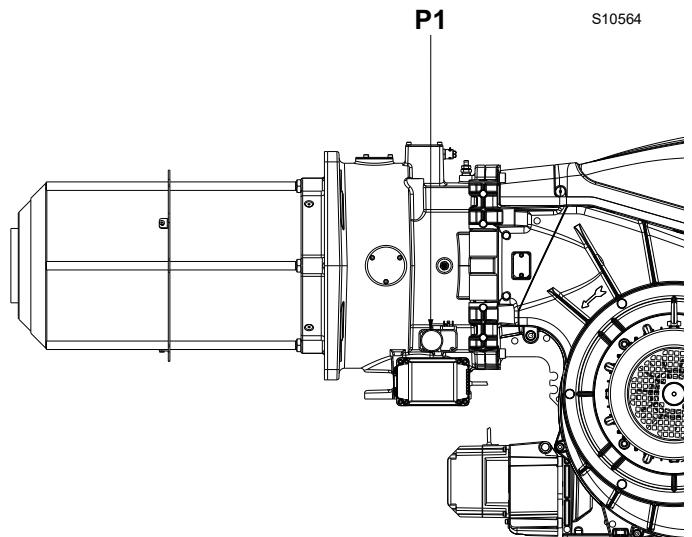

Fig. 26
- prestar la presión de la cámara de combustión a la presión del gas medida en la toma P1)(Fig. 26).
Para calcular la presión del gas requerida en la toma P1) (Fig. 26), configurar la potencia MÁX. requerida por el funcionamiento del quemador: